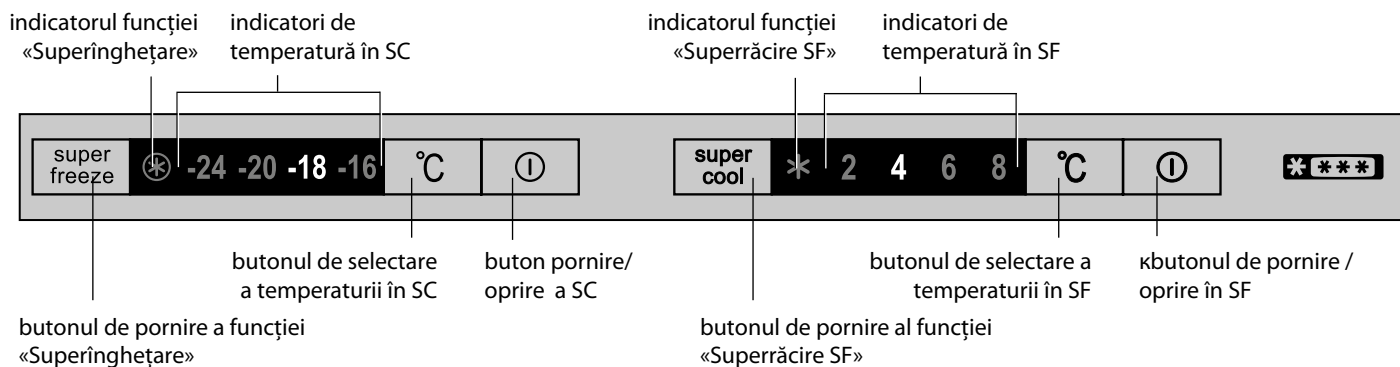

Figura 3 – Panou de control
**2.4.1** Setarea temperaturii în compartiment se face prin apăsarea pe termen scurt a părții corespunzătoare a butonului «°C» – indicatoarele se aprind la rând cu valori numerice ale temperaturii, în conformitate cu figura 3.